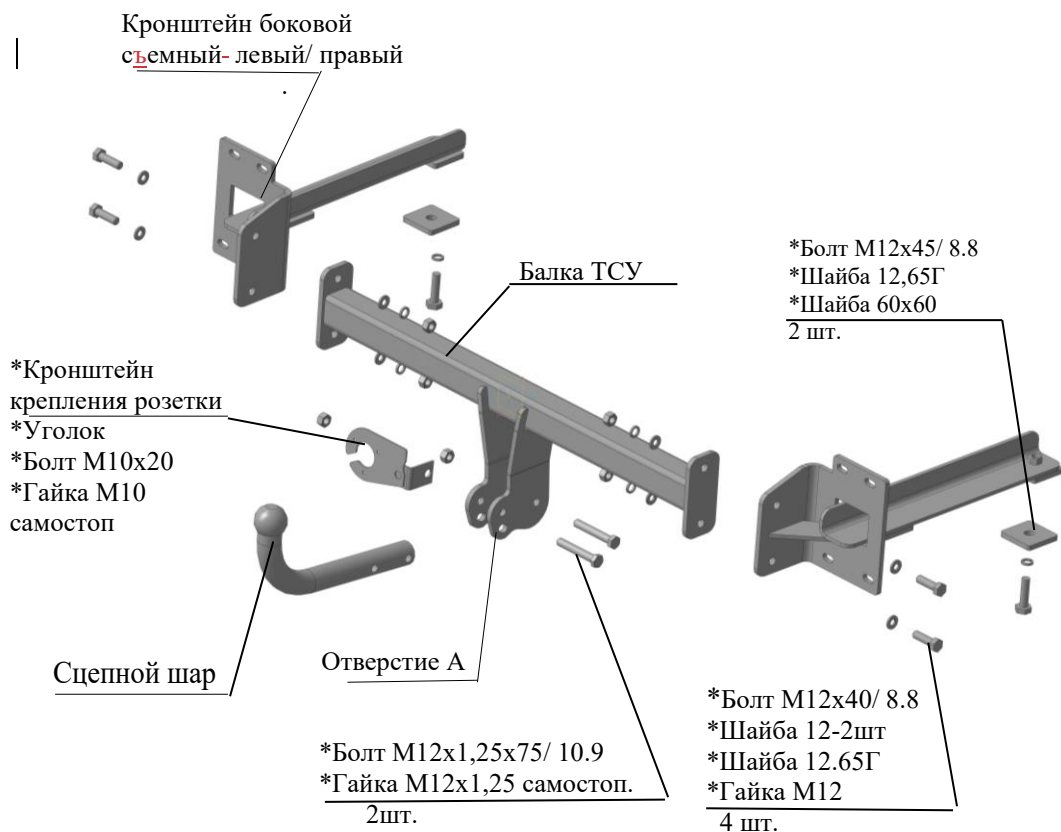

Рис.1 Тягово-сцепное устройство ТСУ 8023.
2.1 ТСУ 8023 в сборе (рис.1)	1 шт.
2.2 Пакет с комплектующими (см. рис.1) Защитный колпак	1 шт. 1 шт.
- 4.3 Установить боковые съемные кронштейны ТСУ (левый и правый соответственно рис.1) в лонжероны. Закрепить торцевые части кронштейнов к раме а/м штатным крепежом, и уголки кронштейнов к
лонжеронам а/м - болтами М12х45 и крепежом соответственно рис.1. Крепеж не затягивать.
4.4 Установить балку ТСУ к съемным кронштейнам и закрепить болтами М12х40 и крепежом соответственно рис.1. Крепеж не затягивать.